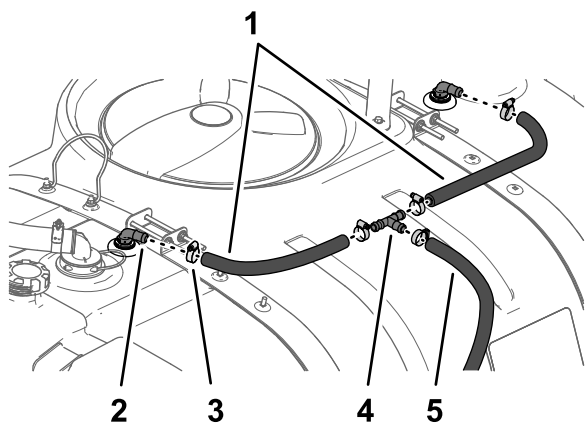

Figura 27
1. Monte dois tubos — 1,9 x 61 cm e duas abraçadeiras de tubos em cada união de 90° com nos conjuntos dos bicos de lavagem e aperte as abraçadeiras à mão (Figura 27).
2. Monte, sem apertar, a outra extremidade dos tubos — 1,9 x 61 cm na união em T com duas abraçadeiras como se mostra na Figura 27.
3. Monte os tubos — 1,9 x 180 cm e uma abraçadeira de tubos na união em T como se mostra na Figura 27.
1. Monte o tubo — 53,3 cm na parte inferior do depósito de lavagem na união reta estriada interior da bomba do depósito de lavagem com uma abraçadeira de tubos e aperte a abraçadeira à mão (Figura 27).